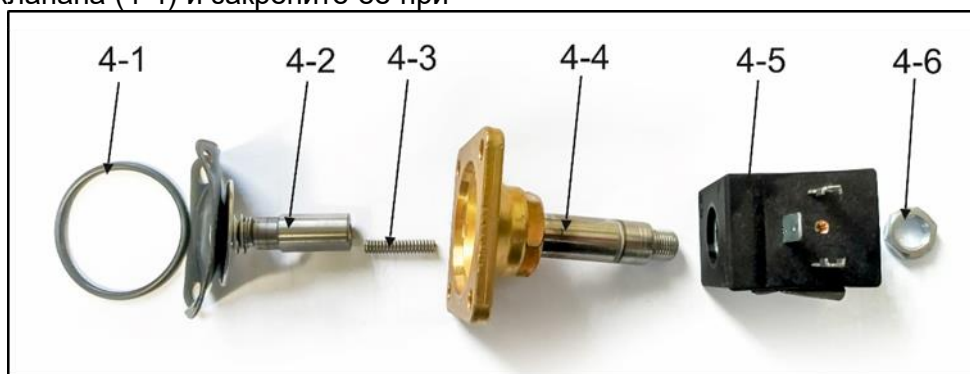

Рис. 27: Сборка электромагнитного клапана
- Отвинтите 1 винт от соединителя клапана (1).
- Отсоедините соединитель клапана (1).
- Отвинтите 4 винта (2).
- Снимите электромагнитный клапан (3).
- Снимите с корпуса уплотнение клапана (4-1). (см. Рис. 27)
- Установите электромагнитный клапан (см. Рис. 27).
- Установите новый электромагнитный клапан, используя 4 винта (2), предварительно нанеся на их резьбу резьбовой герметик (например, Loctite 243).